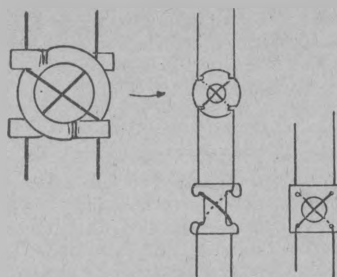

Fig. 34. — Transposition des fils par isolateurs spéciaux.
d) Si le doublet a un long feeder, on peut utiliser du fil ordinaire de lumière (rendu imperméable, s'il ne l'est déjà, par une couche de vernis ou encore par une ou deux couches de caoutchouc crêpe dissous dans la benzine. Les deux fils sont supportés par des isolateurs transposeurs qui inversent les positions des fils tous les 80 centimètres environ (fig. 34) ;